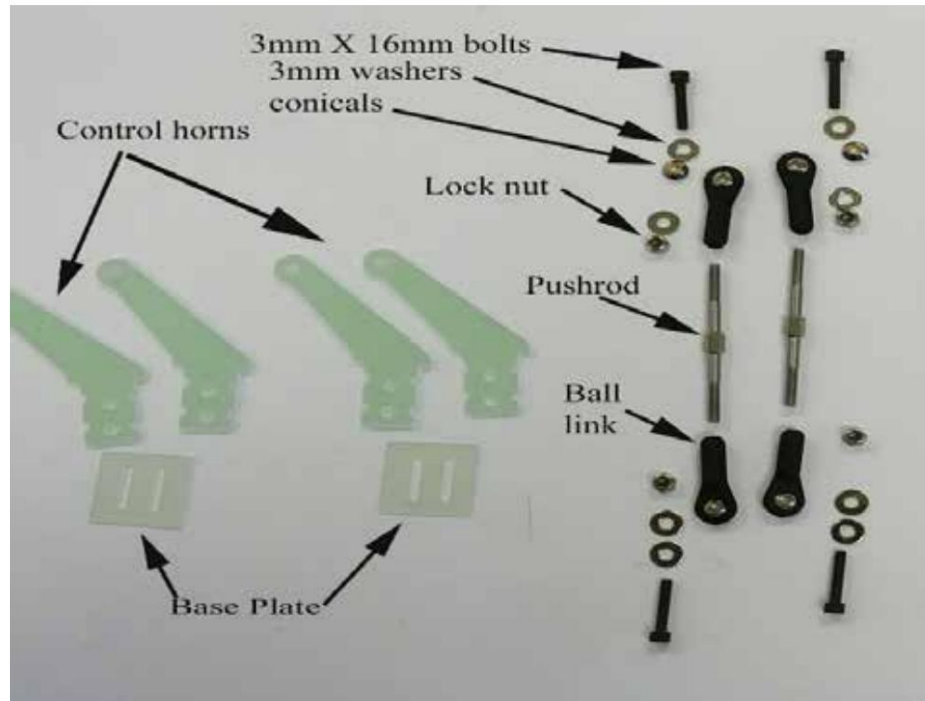

Figure 1
1. Localisez votre stabilisateur horizontal, votre élévateur et le matériel associé, voir les figures 1 et 2.
6. Ensuite, nous allons installer la configuration du servo et de la tringlerie. Localisez votre servo, le bras de servo et tout le matériel, voir figure 1, pour le stabilisateur/élévateur horizontal. Nous commençons par installer le servo dans le stabilisateur horizontal, vous remarquerez que la fente dans la baie du servo est orientée vers le bord de fuite, c'est pour votre fil de servo car votre arbre de sortie de servo sera orienté vers le bord de fuite du stabilisateur horizontal. Fixez votre servo avec les vis de servo fournies par votre fabricant de servo, ou nous vous recommandons d'utiliser les vis de servo EF car elles ont une tête Allen et sont noires, ce qui donne un très bel aspect fini et beaucoup plus facile à travailler qu'une vis à tête cruciforme. Une fois que vous avez monté le servo, il faudra une rallonge de 48" pour le brancher sur votre récepteur, puis le centrer. Maintenant, installez le bras de servo EF de 2" aussi près que possible de haut en bas, utilisez la fonction de centrage ou de centrage de votre émetteur pour vous assurer que le bras est perpendiculaire à la ligne de charnière et l'élévateur à sa position neutre. Fixez maintenant le bras sur le servo et nous utilisons du frein filet bleu (BTL) pour tous les boulons de cette section. Maintenant, enfiler les rotules sur la tige de poussée, notez qu'une extrémité a des filetages à droite et l'autre des filetages à gauche, cela permet un réglage une fois que toute la tringlerie est configurée. Nous avons constaté que le lien à rotule doit être enfilé presque tout le long des filetages.